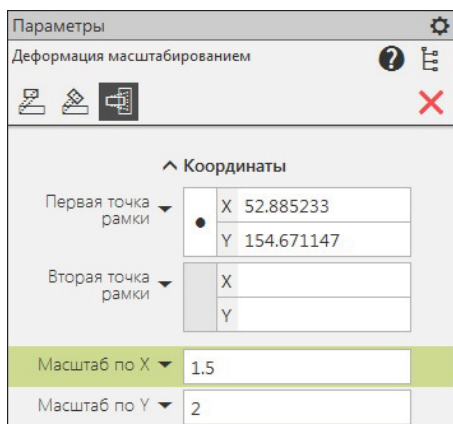

Рис. 11.25. Панель Параметры: Деформация масштабированием
- ◆ вызовите команду **Деформация масштабированием**. На панели **Параметры: Масштабирование** (рис. 11.25) в разделе **Координаты** имеются поля для ввода координат первой и второй рамок и масштаба по осям X и Y ;